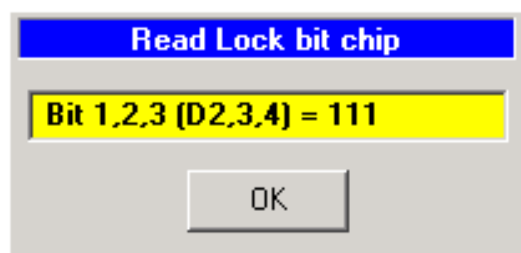

Рис. 10. Окно чтения битов защиты.
**Кнопка LE** позволяет прочитать из микросхем, для которых это предусмотрено, биты защиты (см. рис. 10).